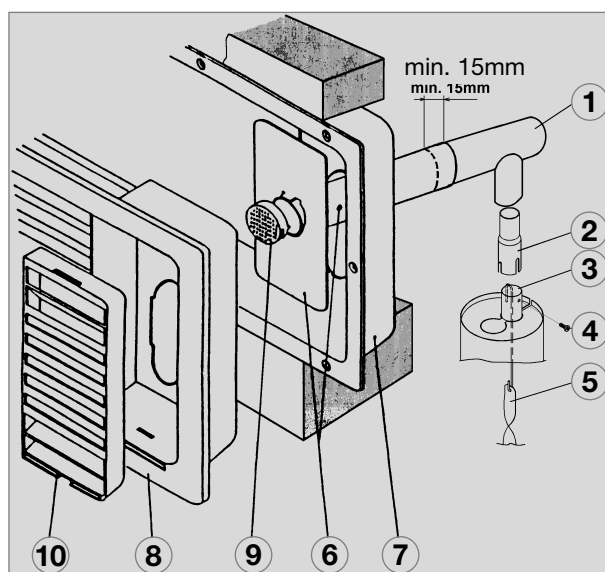

Fig. 25
Il condotto del gas di scarico deve essere realizzato in modo da garantire che lo scarico dei prodotti della combustione sia all'esterno del vano abitabile. La condotta del gas di scarico deve sempre essere posata in modo ascendente per evitare la formazione di condensa. Per il tipo di condotto del gas di scarico indicato alla fig. 25, la protezione invernale può essere applicata lateralmente (10)(Fig. 25).